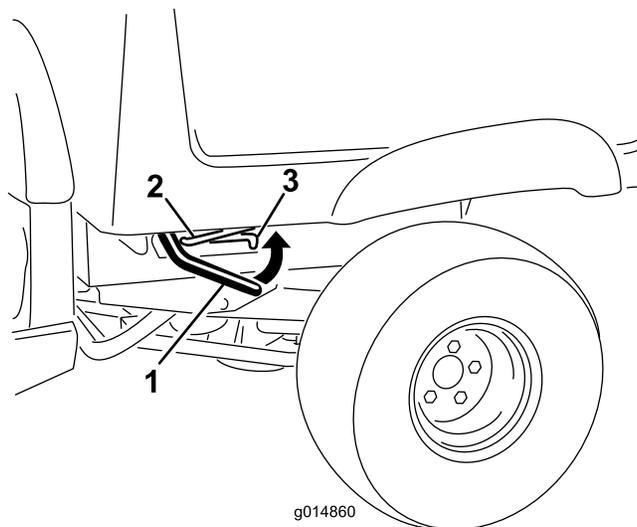

Рисунок 12
1. Поднимите рычаг с любой стороны кузова и поднимите кузов вверх (Рисунок 12).
1. Немного приподнимите грузовой кузов, нажав вверх на рычаг защелки (Рисунок 12).